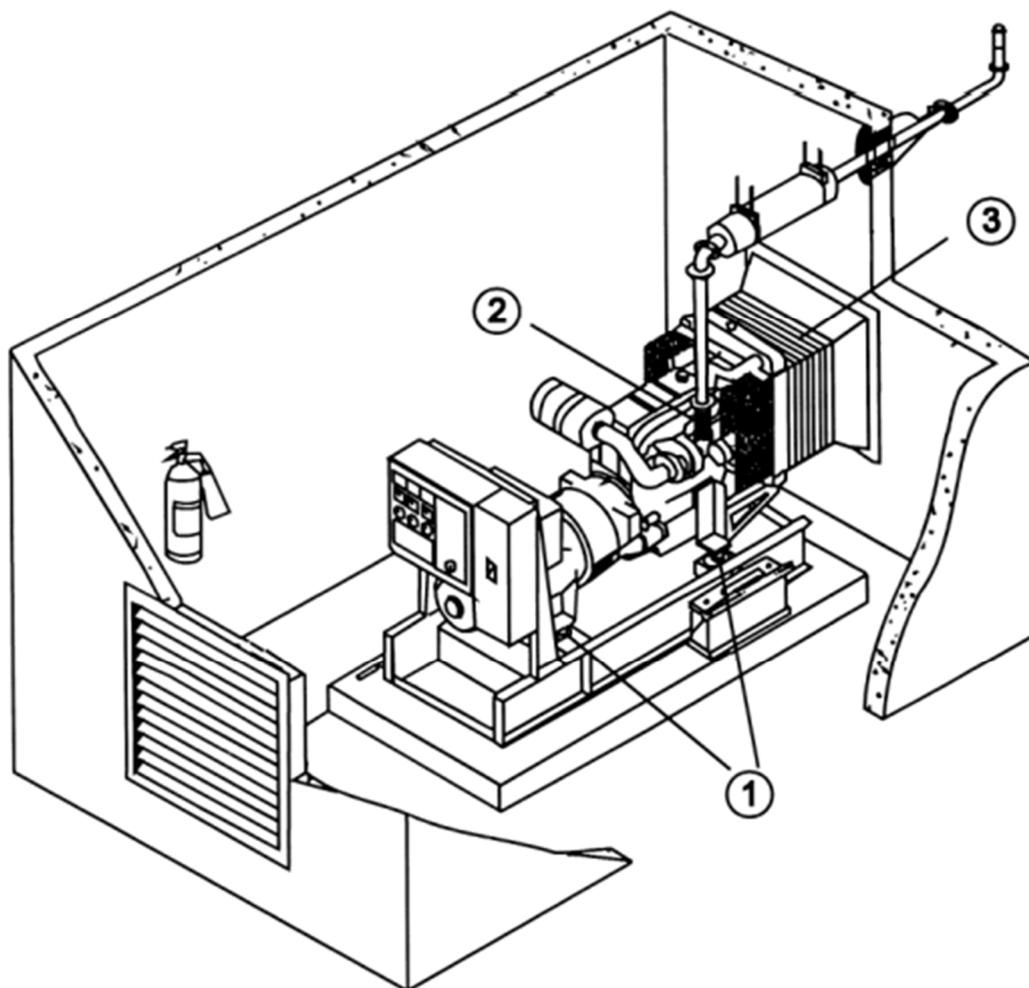

Рис. 4.
**4.5.2 Демпфер:** демпферы [Поз. № 1, Рис. 4.] устанавливаются между ножками двигателя/генератора и платформой для уменьшения вибраций генераторной установки, передаваемых зданию. Платформа крепится непосредственно к блоку основания. Для больших генераторных установок двигатель/генератор переменного тока жёстко крепится на платформе с дополнительными демпферами для установки заказчиком между платформой и основанием. В любом случае ДГУ должна жёстко фиксироваться на основании (с демпферами или без) для предотвращения перемещений.
Внешние подключения к генераторной установке также должны иметь вибрационное демпфирование, например, гибкий топливопровод, гибкие вентиляционные трубы [Поз. № 3, Рис. 4.], гибкое соединение отвода выхлопных газов [Поз. № 2, Рис. 4.], мягкие кабельные каналы, держатели и соединения и т.д.